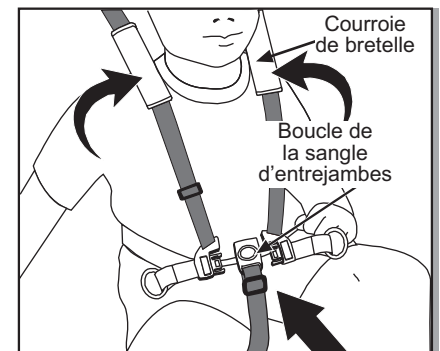

Fig. 17 Attacher les sangles et la boucle.
b. Installer l'enfant dans le siège. Faire passer une sangle par-dessus chaque épaule. Faire passer la sangle entre les jambes (Fig. 17).